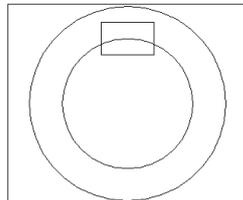

图 15-60
(6) 作矩形。单击  按钮或者在命令行直接输入 `rectangle`，将矩形两个对角设为  $(-40, 25, 0)$  和  $(40, -25, 0)$ ，结果如图 15-60 所示。